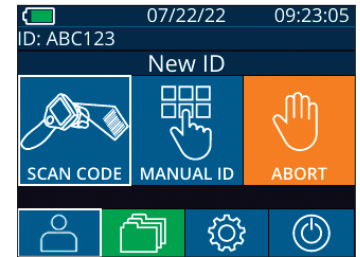

Abb. 14
- 2) Patienten-ID mit alphanumerischen bzw. numerischen Zeichen manuell eingeben (Abb. 14).